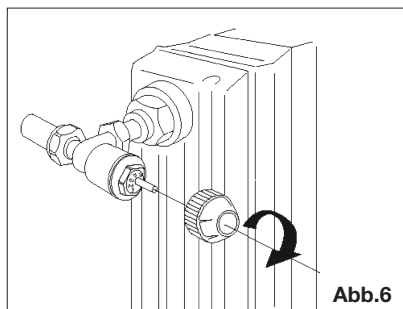

Abb.6
- 1) Die Abdeckung oder das Handrad vom Thermostatventilunterteil abnehmen (**Abb. 6**);